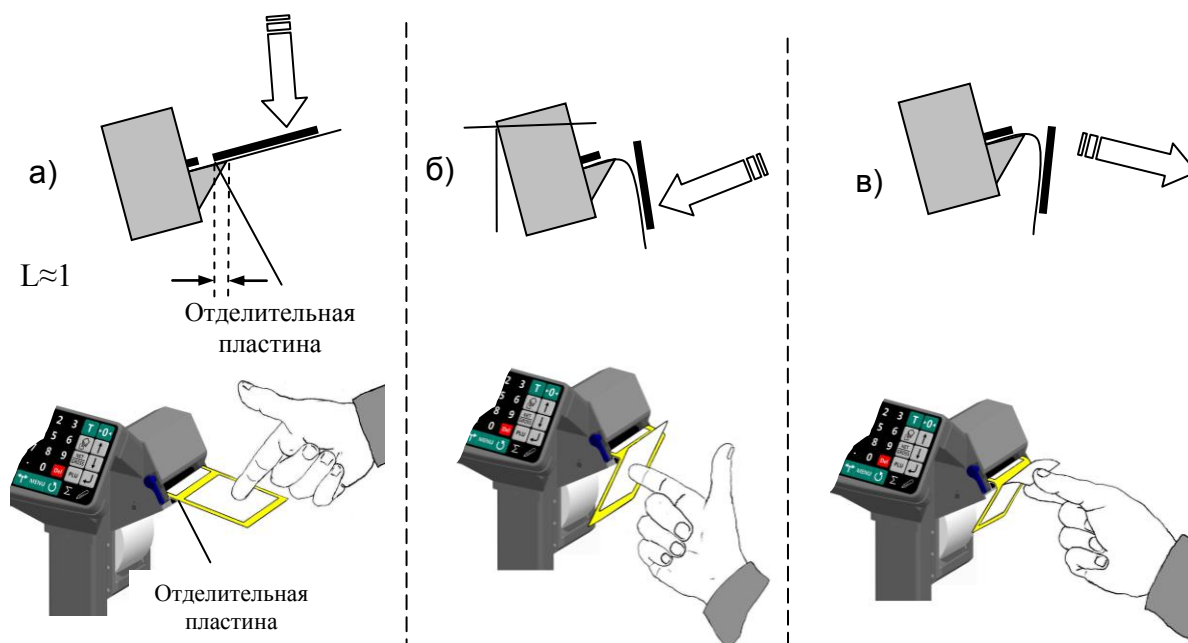

Рис. 2.4 – Ручное отделение этикетки в терминалах RP и R2P
- После печати край этикетки остановится над отделительной пластиной (Рис. 2.4 а);
- Легким нажатием указательного пальца отклонить этикетку вниз вместе с лентой (Рис. 2.4 б).
- Снять этикетку с ленты, удерживая ее за верхний край большим и указательным пальцами (Рис. 2.4 в).